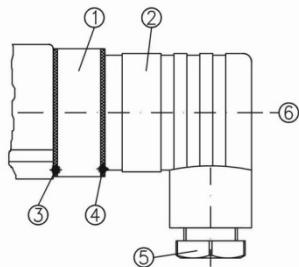

Fig. 7
- ↳ Desserrer la vis centrale ⑥ M3x35 et tirer la boîte de raccordement ② du connecteur sur l'instrument ① (→ Fig. 7). Tirer la vis centrale ④ de la boîte de raccordement ②.